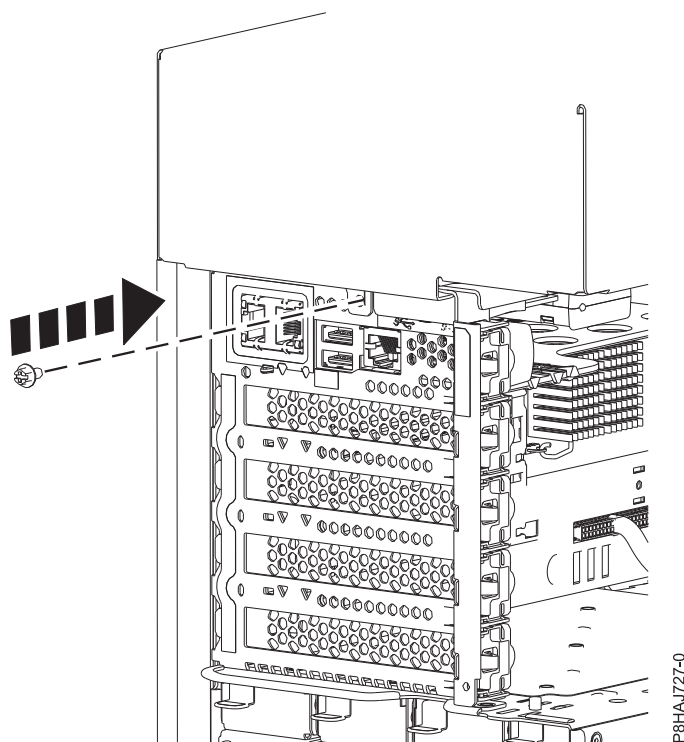

図 26. 8286-41A サイド・カバーねじの取り付け
5. プラスのねじ回しを使用して、サイド・カバー後部ねじを取り付けます (45 ページの図 26 を参照)。